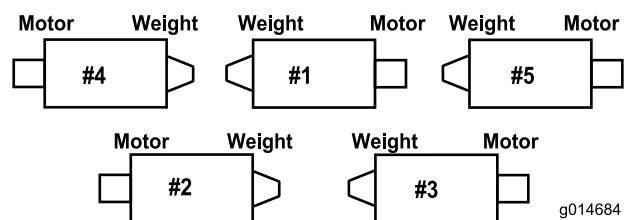

**Figura 6**
- C. Montate il bullone del tubo della molla sull'aletta opposta, sul telaio portante, e fissatelo con il dado flangiato. La testa del bullone deve essere posta sul lato esterno dell'aletta, come illustrato nella Figura 6.
- D. Montate la staffa dell'asta sulle alette degli elementi di taglio usando i bulloni a testa tonda e i dadi (Figura 6).